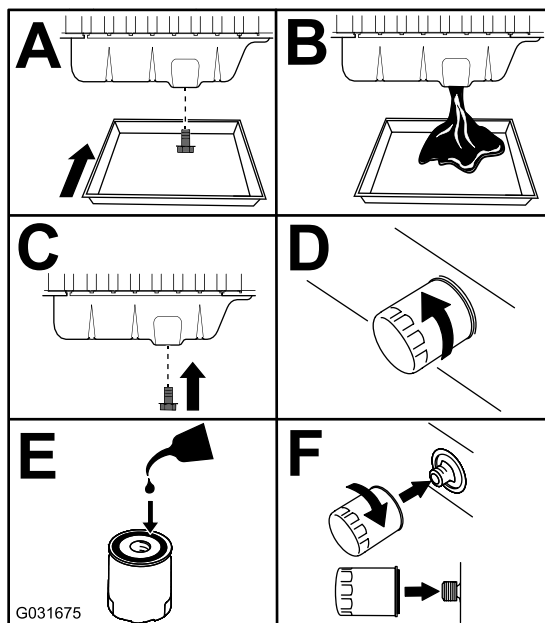

Figure 48
3. Vidangez l'huile moteur et remplacez le filtre à huile (Figure 48).